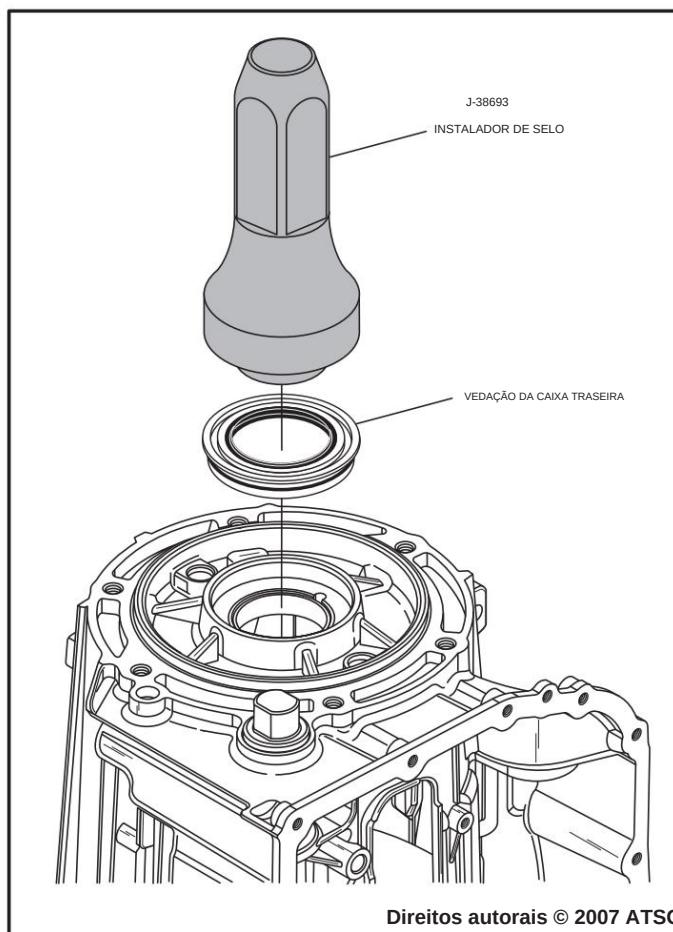

Figura 57
12. Instale a nova vedação da caixa traseira usando o instalador de vedação, conforme mostrado na Figura 57.